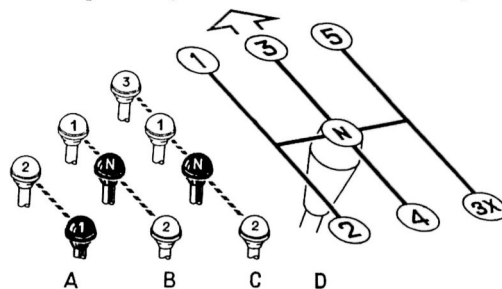

Рис. 5.7. Схема положения рычагов:
21 – рычаг переключения передач раздаточной коробки (для автомобилей типа 4×4). Схема включения блокировки межосевого дифференциала, переключения передач раздаточной коробки и коробки передач показана на рис. 5.7.
– рычаг переключения передач и включения блокировки межосевого дифференциала, раздаточной коробки (для автомобилей типа 4×4 с одним рычагом управления раздаточной коробкой). Схему включения см. на рис. 5.7.
22 – рычаг включения блокировки межосевого дифференциала раздаточной коробки (для автомобилей типа 4×4 – с двумя рычагами управления раздаточной коробкой). Схема включения см. рис. 5.7
24 – рычаг коробки передач. В коробке передач имеется предохранитель от случайного включения задней передачи при выключении 5-й передачи. Заднюю передачу включать после остановки автомобиля. При включении задней передачи в задних фонарях загорается свет заднего хода. Схема включения см. рис. 5.7.